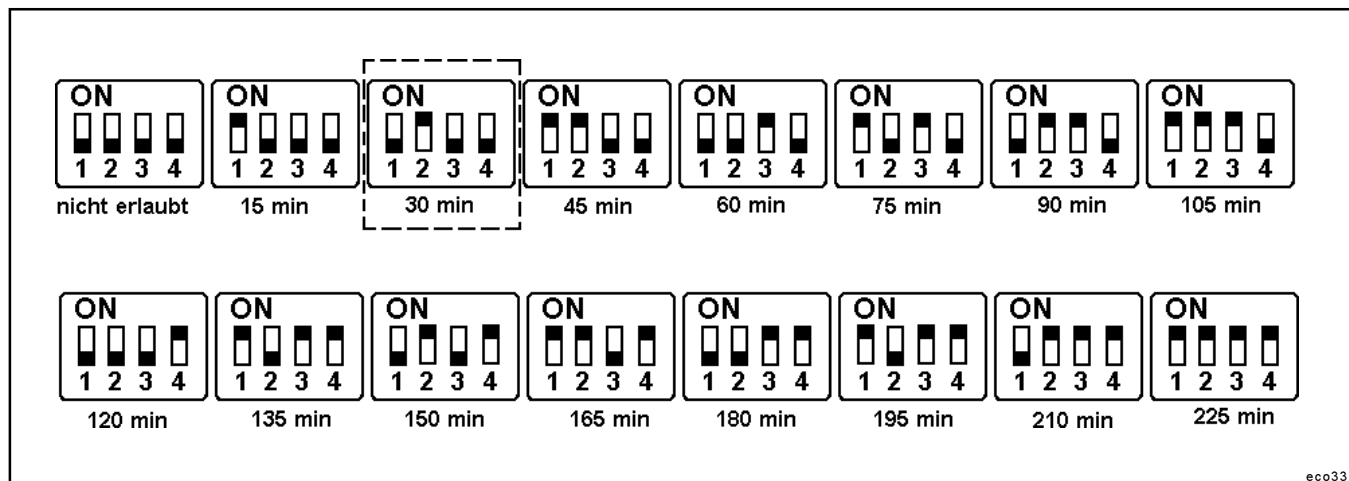

Abb. 19 - Einstellmöglichkeiten für die Pausenzeit (rechter DIP - Schalter)
- Die Elektronik speichert die einzelnen Fahrzeiten (t_B , Abb.19) und addiert sie solange, bis die eingestellte Pausenzeit erreicht ist.
- Die schwarzen Quadrate (Abb.19, 20) zeigen die Stellung der einzelnen Schalter bei der jeweiligen Pausenzeit bzw. Arbeitszeit an.